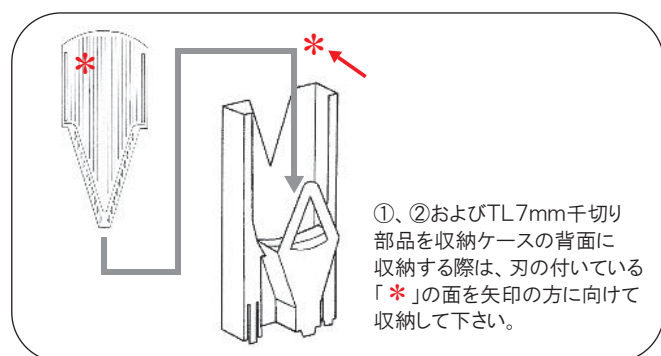

図22. 千切り部品の収納方法
【3】収納ケースには①～③およびTL7mm千切り部品(※別売品)の何れか2枚まで収納可能です。①、②およびTL7mm千切り部品のように刃の付いている部品を収納する際は、図22の様に収納する向きに注意して下さい。